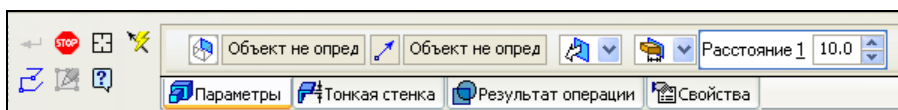

Рис. 4.22. Панель свойств элемента выдавливания с открытой вкладкой **Параметры**
- ◆ вызовите команду **Операция выдавливания** . Активизировалась Панель свойств данной команды (рис. 4.22).